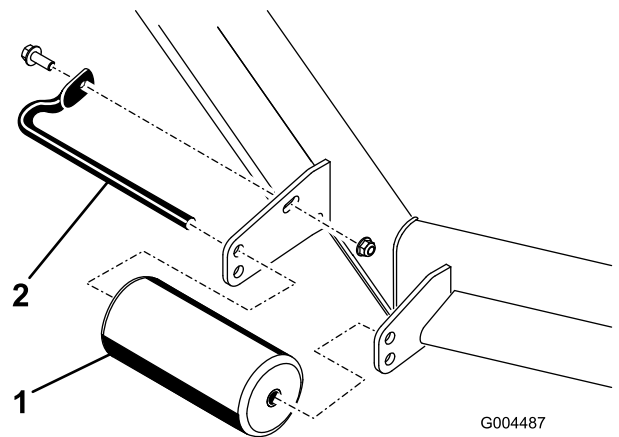

图 10
- A. 拆下将滚筒轴固定在滚刀组支架上的螺丝和螺母图 10。